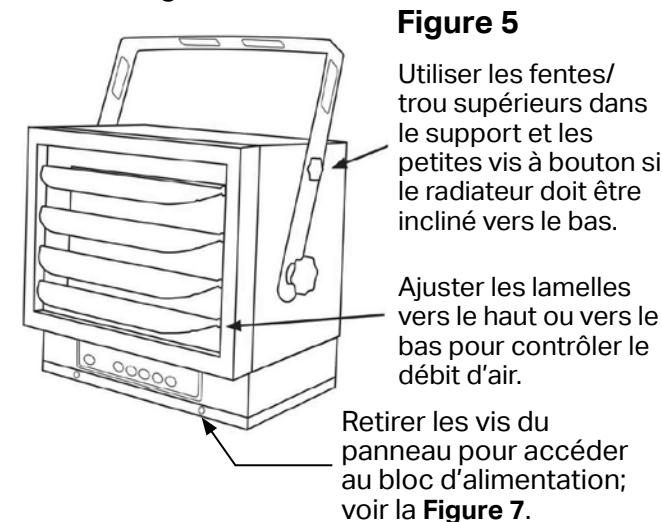

Figure 5
3. Soulever le radiateur horizontalement ou incliné en alignant les trous du support supérieur avec les trous filetés supérieurs sur le radiateur; fixer avec les petites vis à bouton et les serrer toutes. Voir la Figure 5.
1. **Incliner l'appareil :** desserrer les petites vis à bouton supérieures et fileter les trous prévus dans le radiateur jusqu'à ce qu'ils soient serrés. Voir la **Figure 5**.
2. **Ajuster les lamelles** devant le radiateur comme désiré. Voir la **Figure 5**.